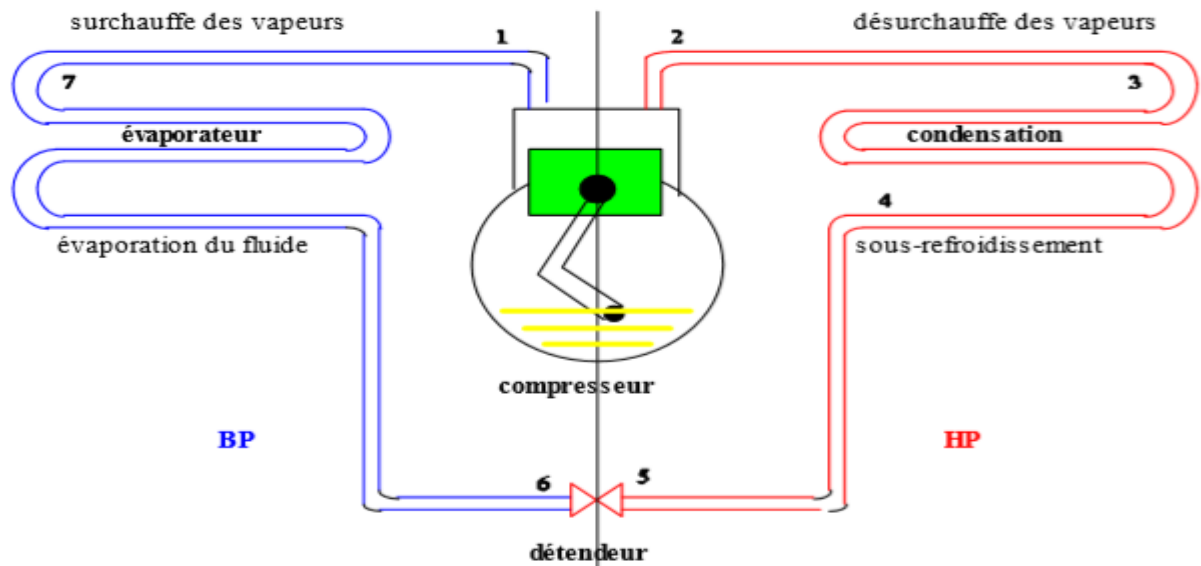

Figure 3- Schéma de la machine frigorifique de base.
Suivant le schéma de la machine frigorifique de la figure 3, le fluide frigorigène (FF) circulant dans le circuit frigorifique suit les évolutions suivantes :
- Entre 1 et 2 : compression des vapeurs de FF qui passent d'un niveau de basse Pression (BP) à un niveau de haute pression (HP)